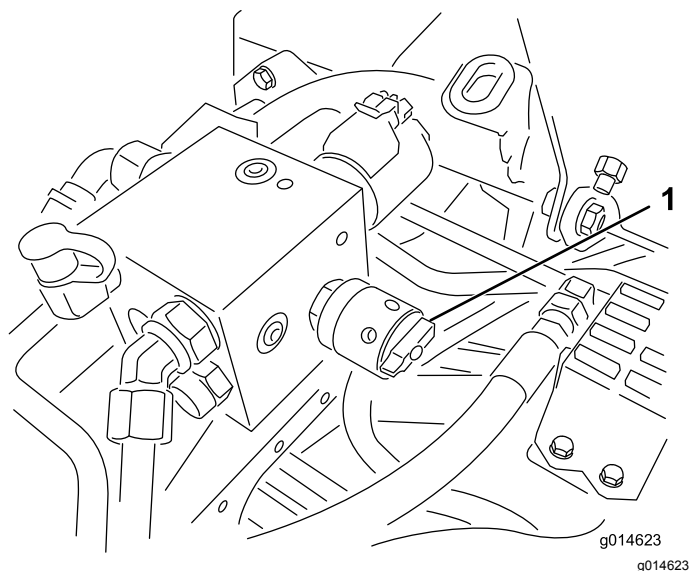

Figura 53
6. Gire el control de velocidad del molinete a la posición 1 (Figura 53).